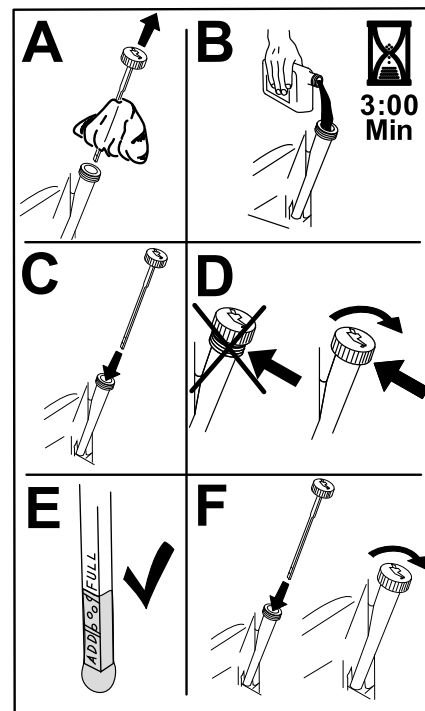

Figure 37
5. Versez lentement environ 80 % de l'huile spécifiée dans le tube de remplissage, puis faites l'appoint lentement jusqu'à ce que le niveau atteigne le repère maximum (**Full**) (Figure 37).
3. Remplissez le carter moteur d'huile du type correct (Figure 37).